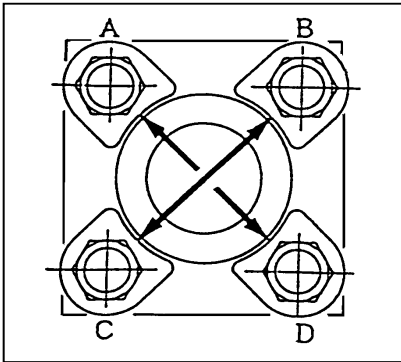
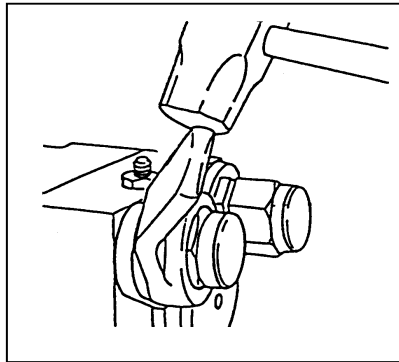

Fig.1
Fig.2
Dit is het werkingsgebied zie Fig.1 op pag. 18.
Bijvoorbeeld de conditie zoals weergegeven in Fig. 1 is acceptabel. Die van Figuur 2 en 3 niet. Als een situatie optreedt zoals Fig. 2 en/of 3, controleer het drukbegrenzingsventiel, of controleer of de pomp niet versleten is of dat de stikstofdruk te hoog is.
* Zie Fig. 2, Opbouw van de omkasting op pag. 9.